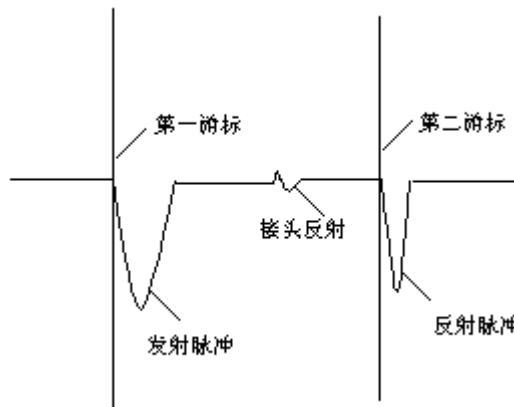
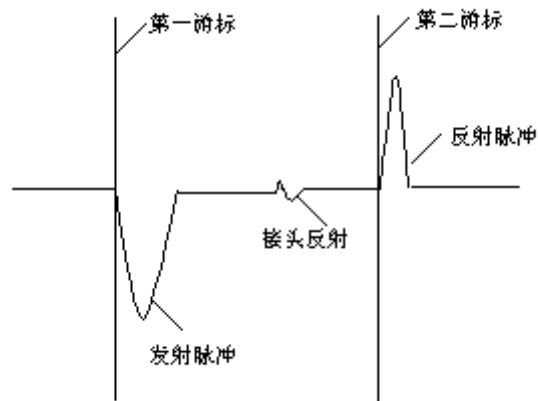

图 6.3-1 开路故障波形
图 6.3-2 短路故障波形
- (3) 波形采集与分析：进入测试界面后可以调出帮助菜单，对所测电缆进行选择，选择不同电缆屏幕上方会有不同显示。电缆类型确定后按“采样”键，屏幕会出现如图 6.3-1 所示波形。如果所采集波形如图 6.3-2 所示，电缆故障点为短路故障。